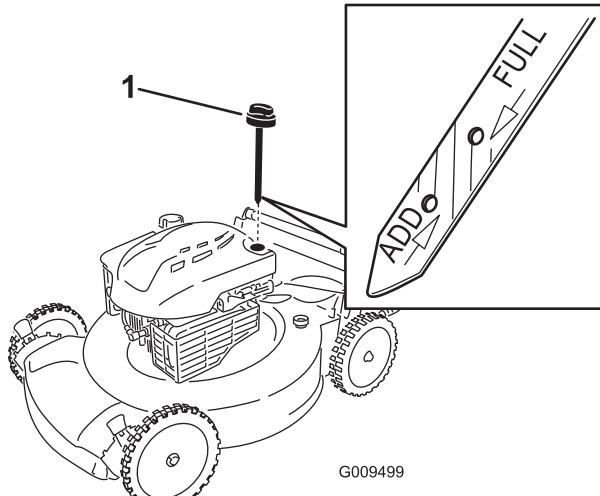

Figure 22
- Retirez la jauge de niveau du tube de remplissage (Figure 22).